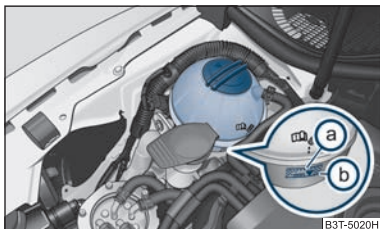

Abb. 184 Motorraum: Kühlmittel-Ausgleichbehälter
- Prüfen Sie den Kühlmittelstand am Kühlmittel-Ausgleichbehälter ⇒ Abb. 184. Der Kühlmittelstand muss bei kaltem Motor zwischen den Markierungen (b) (MIN) und (a) (MAX) liegen. Bei warmem Motor kann er auch etwas über der Markierung (a) (MAX) liegen.
- Legen Sie einen Lappen auf den Verschlussdeckel des Kühlmittel-Ausgleichbehälters ⇒ Abb. 184 und schrauben Sie den Deckel **vorsichtig** links herum ab ⇒ .